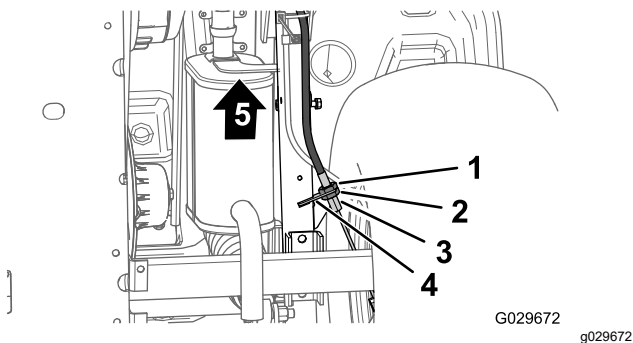

Figura 66
3. En la parte inferior de la máquina, afloje 4 vueltas la contratuerca trasera del ajustador roscado del cable del freno de estacionamiento (Figura 66).
4. Apriete la contratuerca delantera (Figura 66).
- A. Afloje 1 vuelta la contratuerca delantera (Figura 66) del ajustador roscado del cable del freno de estacionamiento.
- B. Apriete la contratuerca trasera (Figura 66).
- A. Afloje 1 vuelta la contratuerca trasera (Figura 66) del ajustador roscado del cable del freno de estacionamiento.
- B. Apriete la contratuerca delantera (Figura 66).